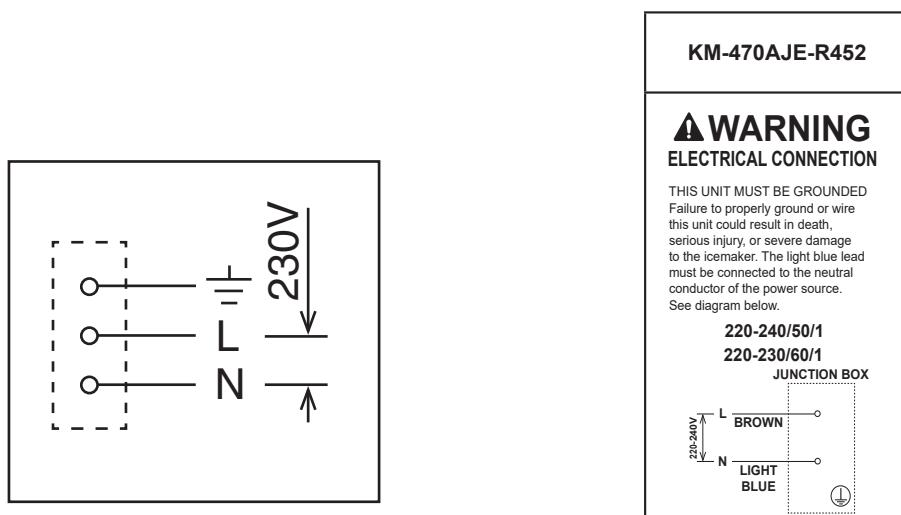

Fig. 4
- La conexión eléctrica debe realizarse de acuerdo con las instrucciones de la etiqueta de “ADVERTENCIA”, provista con los cables flexibles de la caja de conexiones. Consulte la Fig. 4.